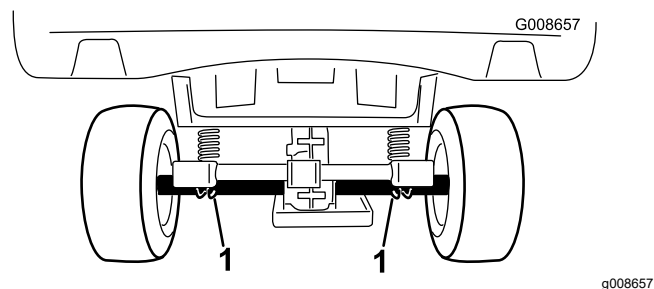

図 25
- ・ 車体後部のジャッキアップポイントはアクスルチューブの下側です 図 25。